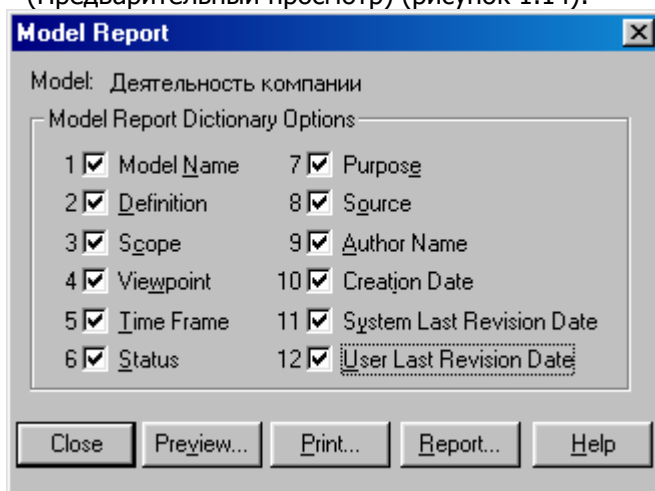
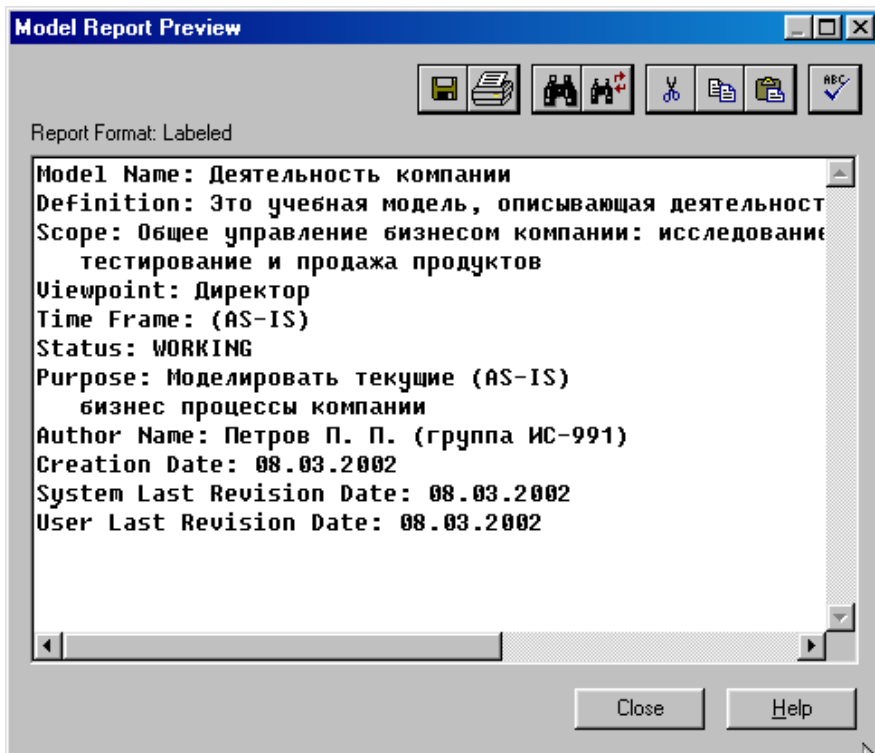

Рисунок 1.13 – Задание опций генерирования отчета **Model Report**
Рисунок 1.14 – Предварительный просмотр отчета **Model Report**
- 15 Создайте отчет по модели. В меню **Tools/Reports/Model Report** (рисунок 1.13) задайте опции генерирования отчета (установите галочки) и нажмите кнопку **Preview** (Предварительный просмотр) (рисунок 1.14).